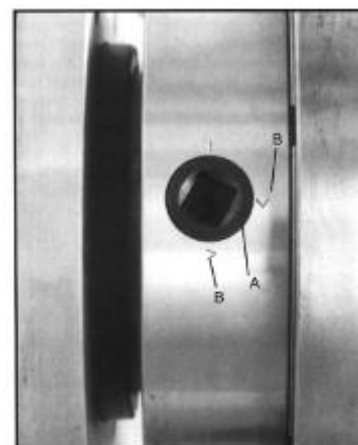

Рисунок 12
1. Придерживая патрон, поворачивайте последовательно шесть кулачковых затворов на $\frac{1}{4}$ оборота против часовой стрелки при помощи ключа для снятия зажимного патрона. Риска А должна совпасть с указательной риской I (рис.12).
5. Установите патрон на посадочное место на шпинделе. Зафиксируйте патрон, повернув кулачковые затворы на 1/4 оборота по часовой стрелке. Кулачковые затворы считаются плотно закрученными, если риска А находится между двумя указательными рисками В (рис.12).